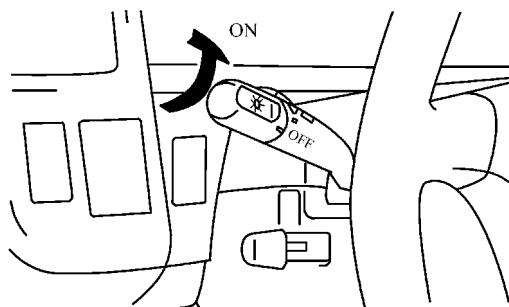

图 5-79 打开前照灯等设备
(4) 电器全接通法 当怀疑故障可能是因用电负荷过大而引起时, 可接通车上全部电气设备 (包括加热器鼓风机、前照灯、后窗除雾器等) 检查是否发生故障, 如图 5-79 所示。